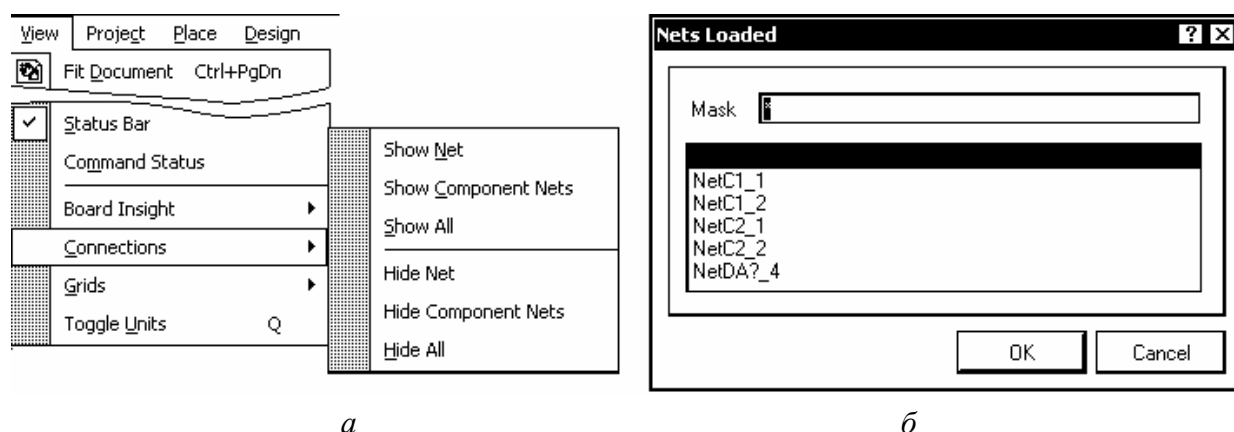

Рис. 7.2
- Активизировать в главном меню программы команду View и в выпадающем меню указать команду Connections (рис. 7.2, а).
- Повторить команду View>>Connections и указать подкоманду Show Net – показать цепь (рис. 7.2, а).
- Можно не указывать имя цепи, а закрыть окно Net Name щелчком по ОК. При этом открывается окно Nets Loaded со списком всех цепей проекта (рис. 7.2, б). Выбрать курсором имя цепи из списка и щелчком по ОК включить ее видимость.